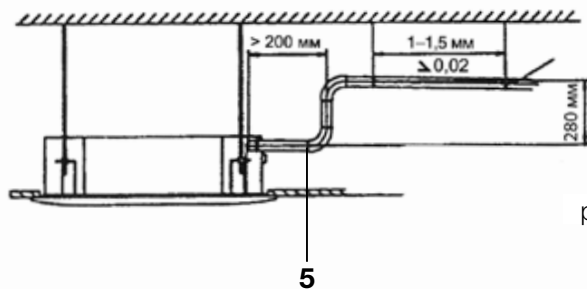

рис. 16
- Если выпускная сторона сливной трубы находится выше места присоединения насоса, трубу следует располагать максимально вертикально. И расстояние подъема должно быть меньше 280 мм, иначе вода будет переливаться через край после выключения фанкойла (рис. 16). Конец сливной трубы должен быть более чем на 50 мм выше нижней части земли или водостока, погружать его в воду нельзя. Если вы отводите конденсат непосредственно в канализационный сток, сделайте U-образный затвор, загнув трубу вверх, во избежание попадания в помещение посторонних запахов через сливную трубу. Сброс дренажа в систему канализации необходимо обеспечить с разрывом струи (воронка).